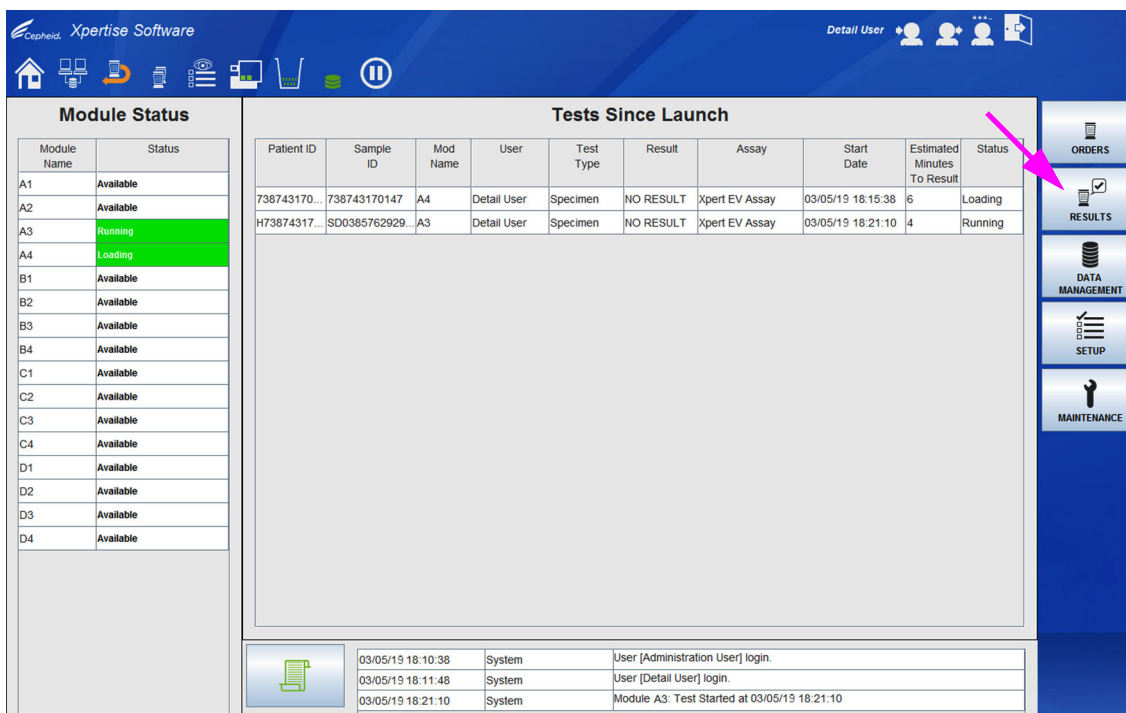
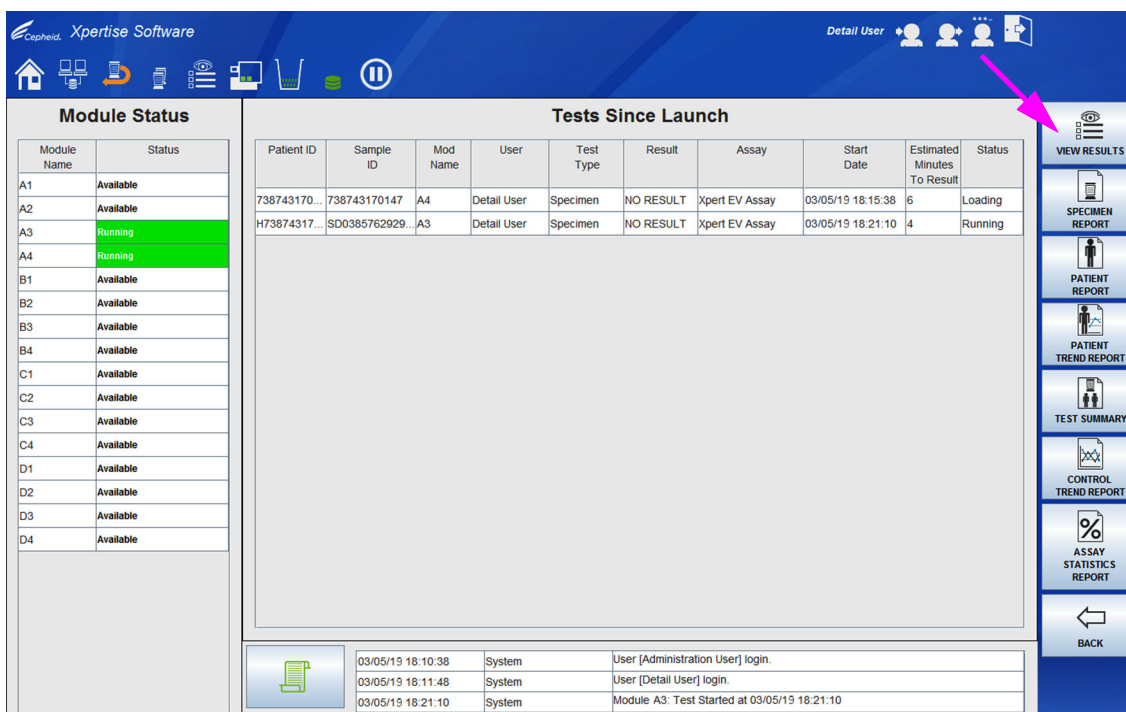
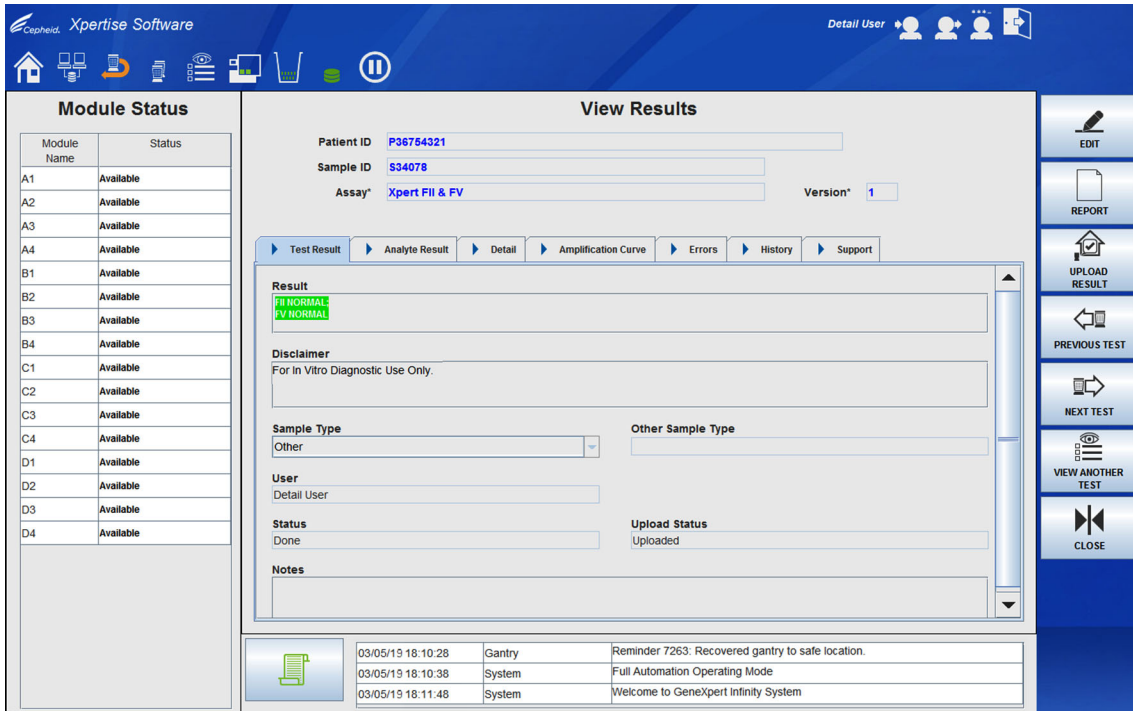

图 5-61. Xpert 软件主页工作区
图 5-62. 结果菜单
图 5-63. 显示选项卡的查看结果 (View Results) 工作区 (详情用户 [Detail User] 视图)
1. 在 Xpertise 软件主页工作区中，选择**结果 (RESULTS)** 按钮（请参见图 5-61）。将显示结果菜单。请参见图 5-62。
2. 在结果菜单中（请参见图 5-62），选择**查看结果 (VIEW RESULTS)** 按钮。将显示查看结果 (View Results) 工作区。请参见图 5-63。
查看结果 (View Results) 工作区可让您查看与正在处理的测试或已经完成的测试相关的数据。请参见图 5-63。如果启用了主机连接，可以手动将测试结果从此工作区上载到主机。
如图 5-63 所示，基本用户 (Basic User) 的查看结果 (View Results) 工作区包含以下选项卡：